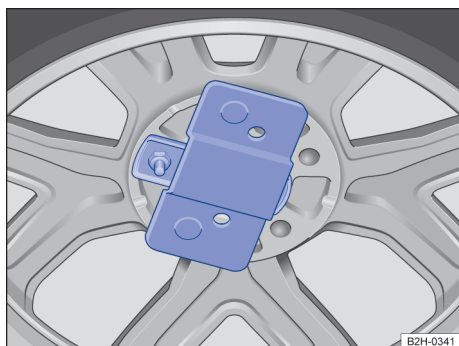

Fig. 15 Roda sobressalente ou roda de emergência: soltar o suporte do aro.
- Para soltar a proteção antifurto, retire os parafusos e remova a proteção → Fig. 15 ④.